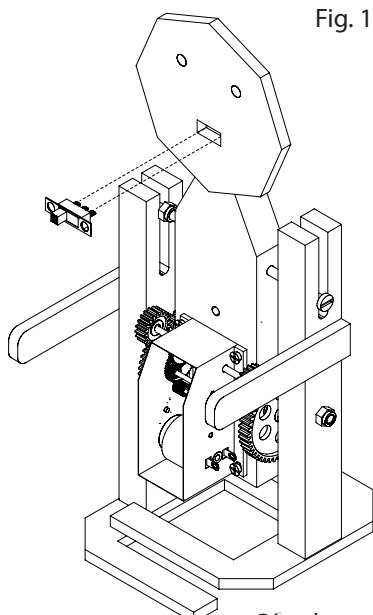

Fig. 13
10. Insertar, desde adelante, el micro-interruptor de corredera (7) en la abertura para ello prevista en la cabeza, y fijarlo con pegamento universal. Ver Fig. 13.